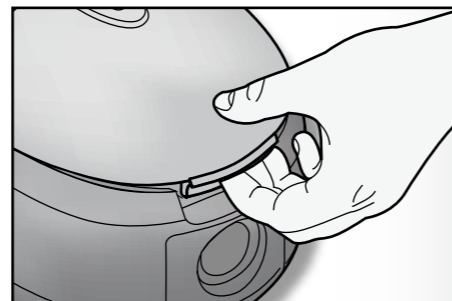

Fig. 6
- sollevare il comparto sacchetto spingendo verso l'esterno l'apposita levetta (FIG. 6)